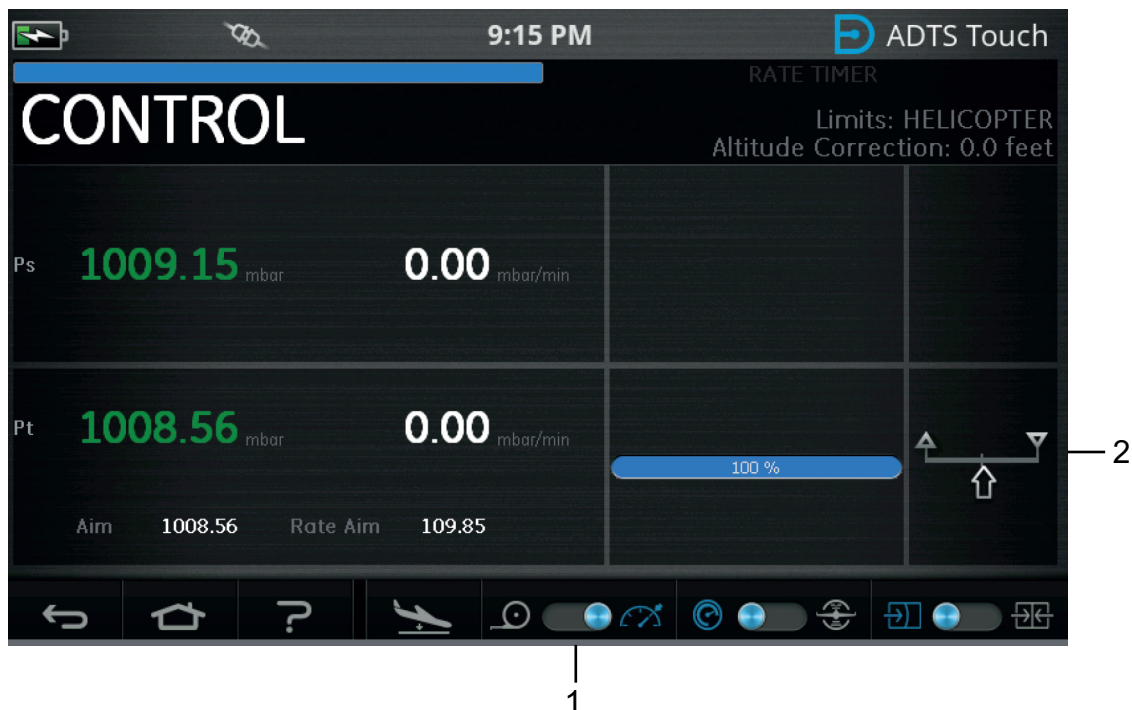

Figura 3-56: Modo de Control Solo Pt
Figura 3-56 muestra que el canal Ps está en modo Medición y el canal Pt en modo Control, como muestra la indicación (2).